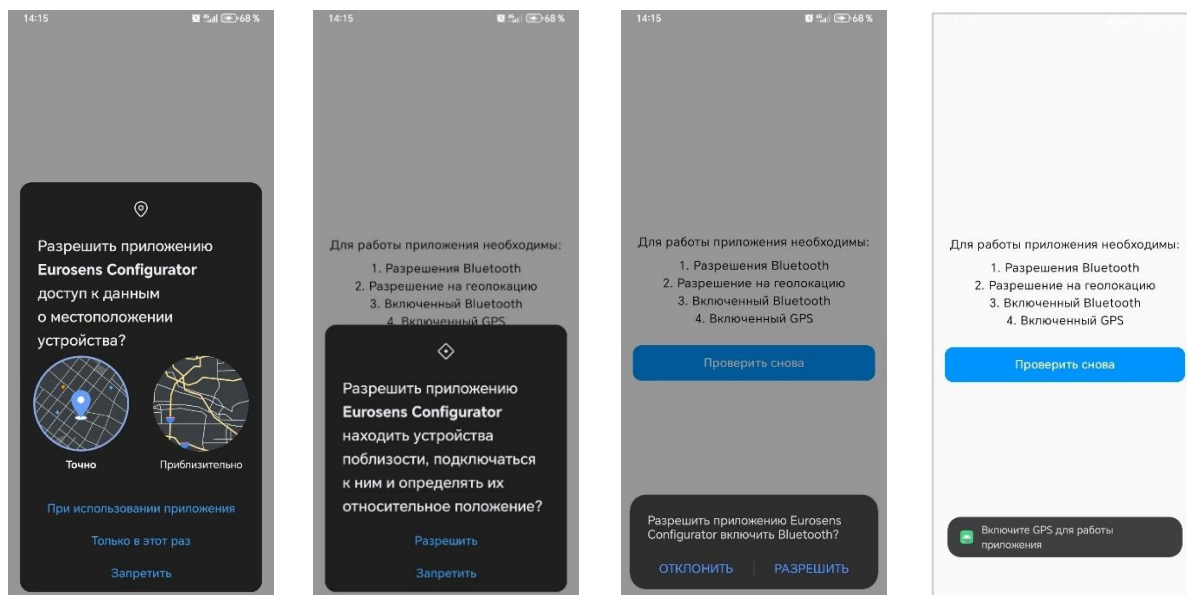

Рис. 2.1
- предоставьте приложению все запрашиваемые разрешения (рис. 2.1);